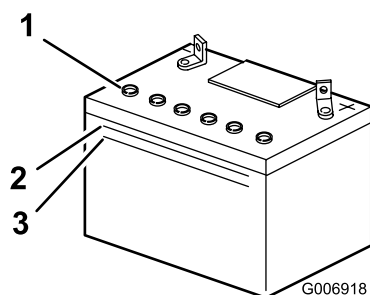

図 34
2. バッテリーを側面から見て液の量を確認する。上の線まであればよい 図 34。
注 バッテリー液の量が下の線より下がらないように管理する 図 34。
2. キャップを取る 図 34。
3. 液量がチューブの下に達するまで、各セルにバッテリー液をゆっくりと補給する 図 34。